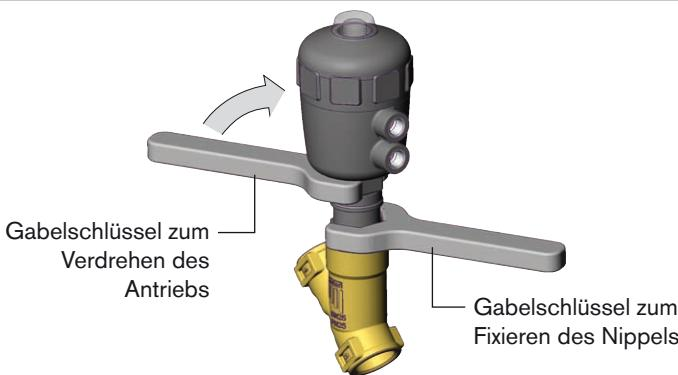

Bild 20: Drehen mit Gabelschlüssel
- Den Antrieb **nur im vorgegebenen Richtungssinn** drehen (siehe Bild 20.).